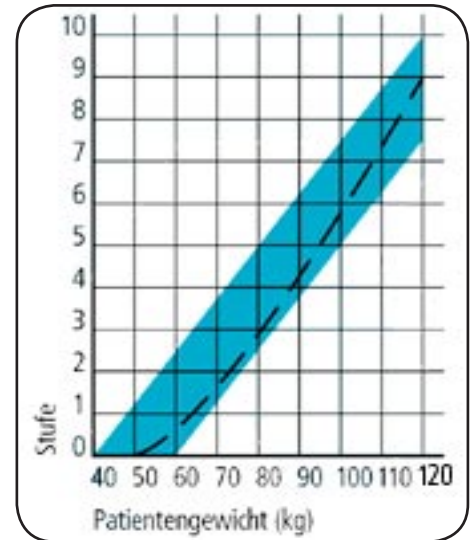

Abbildung 09
6. Anschließend stellen Sie die Leistungsstufe ein. Die optimale Leistungsstufe hängt von mehreren Faktoren ab. Hierzu gehören in erster Linie das Patientengewicht und die Auflagefläche des Patienten. Für die Einstellung kann Ihnen das Diagramm (siehe Abbildung 09) einen ersten Anhaltswert liefern. Dieser Wert dient nur als Richtwert zur groben Druckeinstellung und gibt keine genaue Angabe für das Einsinkverhalten des Körpers.